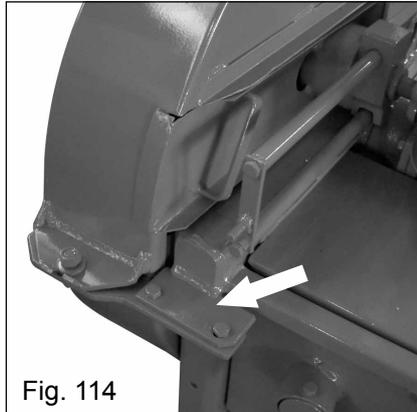
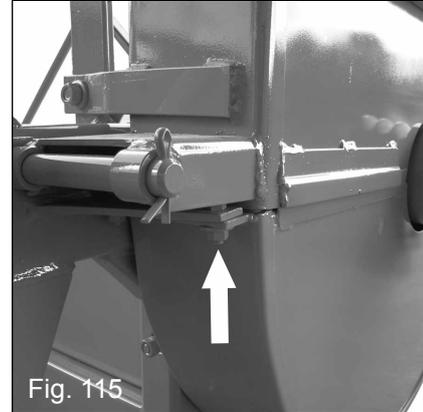

Fig. 114
Fig. 115
- Efetue o procedimento de desmontagem e escamoteamento base da bica conforme item ("a" ate o item "e" citados no item 10.8 - Ajuste das Facas do rotor picadora na contrafaca);
- Solte os dois parafusos (Fig. 114) e em seguida os dois parafusos (Fig. 115), retire a caixa do rotor;